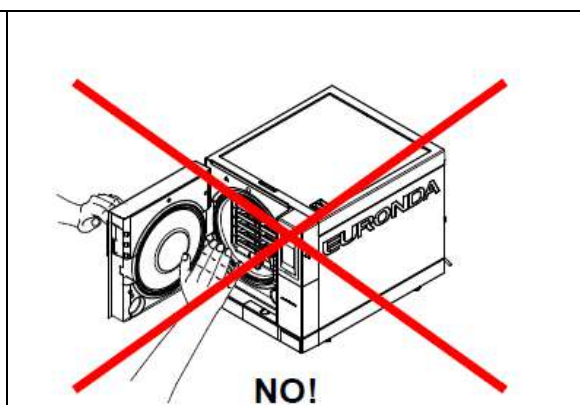

Fig. 3.4-2
2. All'apertura dello sportello non sostare sopra o davanti allo stesso, vi è pericolo di scottatura per la fuoriuscita di vapore (Fig. 3.4-2).